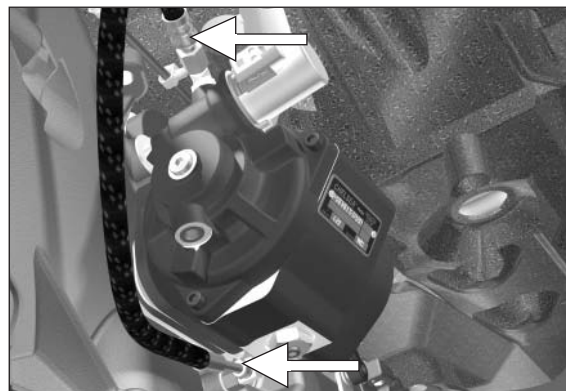

Figura 17
18. Conecte la manguera 329232-1X (transmisión a la válvula hidráulica) al conector en la transmisión. Encamine tal como se muestra en la **Figura 17**. Sujete el conector de la manguera en la posición deseada y apriete la tuerca de seguridad con una llave inglesa hasta que se sienta firme. A partir de ese punto, aplique vueltas de un sexto. A continuación, conecte el otro extremo de la manguera al conector en la tapa de la válvula de la PTO. Apriete hasta sentirse firme. A partir de ese punto, aplique vueltas de un sexto.